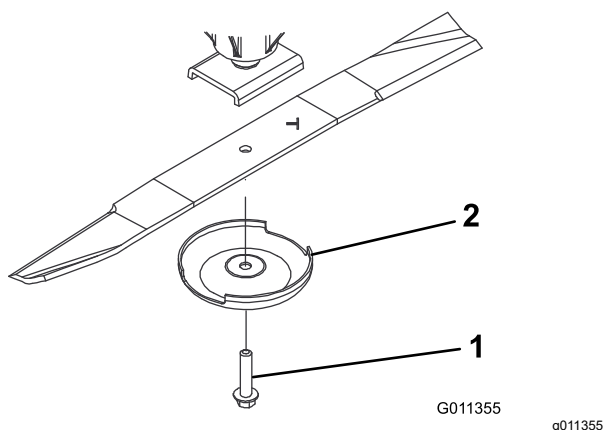

Figura 126
3. Retire del eje de la cuchilla el perno de la cuchilla, el protector de césped y la cuchilla (Figura 126).